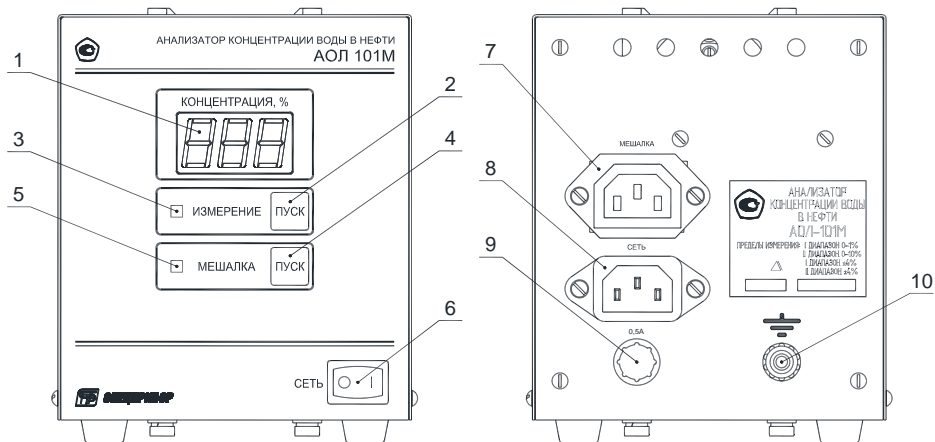

Рис. 1
1.4.4 Общий вид анализатора представлен на рис. 1